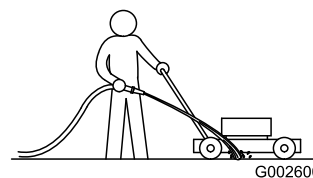

Figure 23
1. Mettez le moteur en marche après avoir amené la machine sur une surface revêtue plane et dirigez un jet d'eau devant la roue arrière **droite** (Figure 23).